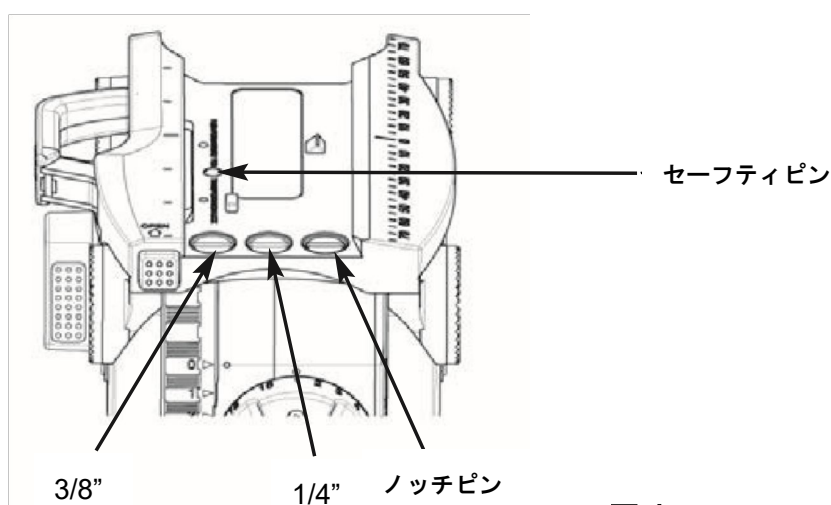

図 4
- ⇒ 使用するカメラに 1/4”と 3/8”ネジ、もしくは 1/4”ネジとノッチピンを取り付ける必要がある場合には、図4の収納座にあるネジを使用してください。
注意：（移動時等に）カメラプレートを取り外した状態でサイドロードレバーを閉じるには、矢印のセーフティピン（図 4）を最後まで押し込んだ状態で、レバーを閉じてください。